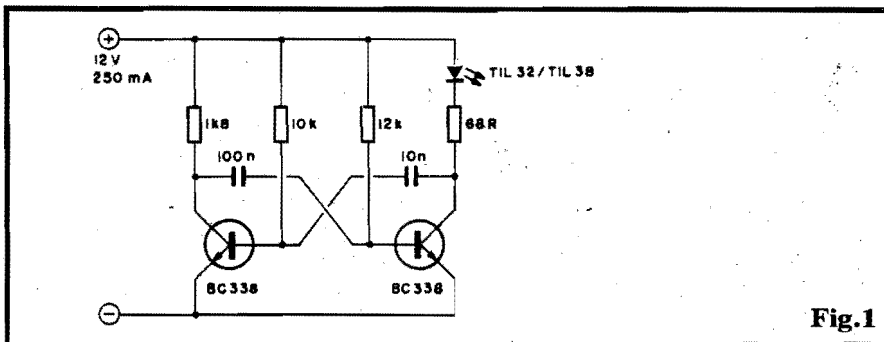

Fig.1
- **FIG. 1 - O CIRCUITO DO MÓDULO EMISSOR (BIVEP-E)** - Simples, direto, super-econômico, sem perda das desejadas características... Um **flip-flop** (multivibrados **ASTÁVEL**) estruturado sobre dois transistores comuns, tipo BC338 (dentro da série "BC", eles mostram capacidade de Corrente e Potência um pouco superiores aos "manjados" "548"...), com Frequência de oscilação determinada basicamente pelos valores dos capacitores de realimentação (100n e 10n) e dos resistores de base (que, simultaneamente, fazem parte das redes RC responsáveis pelas Constantes de Tempo do circuito), 10K e 12K... Observem alguns pontos: o transistor da **esquerda** (no dia-
grama da fig. 1) tem, como carga de **coletor**, um simples resistor de 1K8, mas o da **direita** aciona, também via **coletor**, um LED especial, tipo **infra-vermelho** (TIL32 ou TIL38...), através da moderada limitação de Corrente imposta por um resistor de 68R. Aparentemente, num cálculo direto à luz da "velha" Lei de Ohm, sob os 12 VCC recomendados para a alimentação, tanto o LED **infra-vermelho**, quanto o próprio BC338 que o aciona, estariam trabalhando com **excesso de Corrente** (e "deveriam queimar"...). Isso, na prática, não ocorre, devido a um simples truque: a proposital **assimetria** dos estados "ligado-desligado" em cada "lado" do **ASTÁVEL**, faz com que um tempo muito curto de "acendimento" (invisível...) do LED **infra-vermelho** ocorra, a cada ciclo completo da oscilação... Dessa forma, embora a Corrente instantânea sobre LED e transistor seja relativamente elevada, a Corrente **média** é - na verdade, baixa, inferior aos limites "aguentáveis" pelos ditos componentes! Assim conseguimos quase "tirar água de pedra"...! O feixe **infra-vermelho** torna-se forte (para garantir bom alcance e sensibilidade ao sistema da BIVEP...) porém os componentes não sofrem uma dissipação excessiva, nem altas Correntes são drenadas da alimentação geral! 12V, sob modestos 250mA, são mais